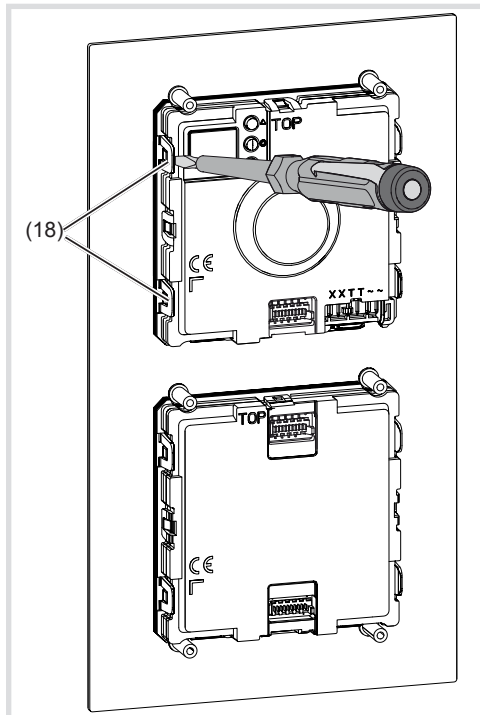

Bild 17: Modul entriegeln
- Anschluss-Klemmenblock (13) am Gerät abziehen.
- Zur Modul Entnahme die seitlichen Haltelaschen (18) der Modul-Halterung durch vorsichtiges Hebeln mit einem Schraubendreher entriegeln (Bild 17).